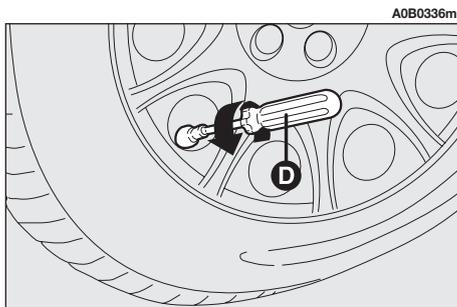

fig. 15
**3)** Svitare il cappuccio della valvola del pneumatico, estrarre l'elemento interno valvola mediante l'utilizzo dell'attrezzo (**D-fig. 15**), avendo cura di non appoggiarlo su sabbia o sporco.